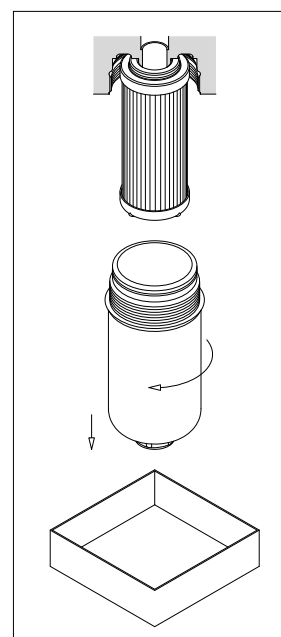

fig. 4
- (Fig. 4) In assenza di tappo di drenaggio, svitare il contenitore predisponendo un recipiente per la raccolta del fluido di lavoro.